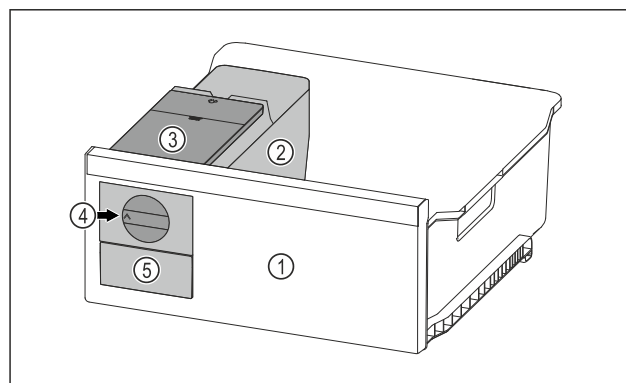

Fig. 77 Voorbeeld
- Draaiknop Fig. 77 (4) rechtsom tot aan de aanslag draaien.
- Ijsblokjes vallen uit de ijsblokjeschaal in de ijsblokjeslade Fig. 77 (5).